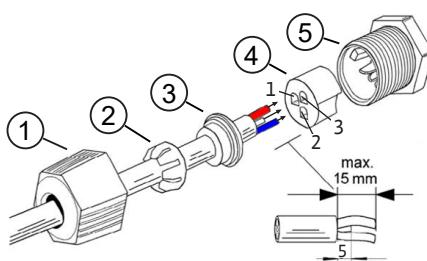

Fig. 19: Quickon-Steckverbinder
2. Die Leitungsummantelung des Signalkabels entfernen (ca. 15 mm). Die Aderenden müssen bündig mit dem Spleißring (Pos. 4) abschließen bzw. dürfen max. 2 mm überstehen, siehe Fig. 19.